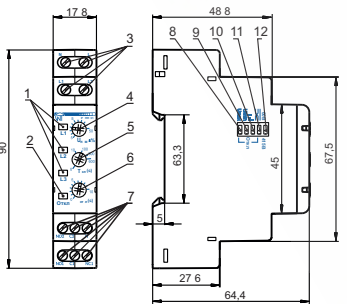

Рисунок 1
2) Регулятором **Уном ±%** (поз.4 рис. 1) установите необходимый порог срабатывания по максимальному и минимальному напряжению в процентах от номинального напряжения питания сети.
3) Регулятором **Тоткл (с)** (поз.6 рис. 1) установите время срабатывания защиты.
4) Регулятором **Твкл (с)** (поз.5 рис. 1) установите время АПВ.
5) Переключателями срабатывания защиты (поз. 8 рис. 1) включите необходимые защиты.
6) Переключателем **400 В / 415 В** (поз. 12 рис. 1) установите тип используемой сети.
Если Вы планируете использовать изделие в режиме «Контроль максимального напряжения» (разд. «Работа изделия»), разрыв питания катушки КМ необходимо подключить к клеммам **C1-NC1 (C2-NC2)** (обратная логика включения). Переключатель **Umax** (поз. 8 рис. 1) переместите в положение «Включено», а переключатели **☒**, **☑**, **Umin** - в положение «Откл».